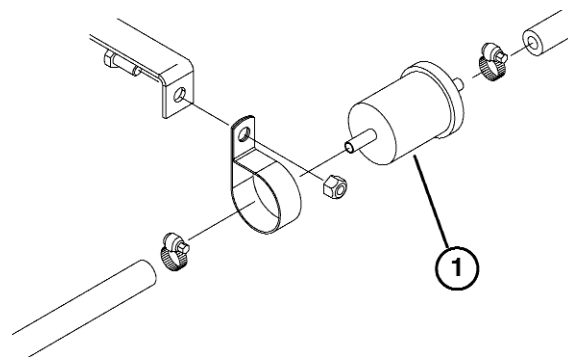

Figure 24
Le préfiltre à carburant (Fig. 24) est monté entre le réservoir de carburant et la pompe d'alimentation.
1. Serrez l'extrémité des deux conduites d'alimentation raccordées au filtre pour que le carburant ne s'écoule pas quand vous débranchez les conduits (Fig. 24).